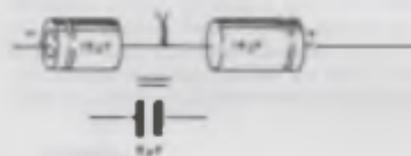

Figura 8
b) O capacitor C1 deve ser do tipo despolarizado, ou seja, "não eletrolítico". No entanto como este valor despolarizado é difícil de ser obtido, o leitor pode superar esta dificuldade usando dois eletrolíticos comuns em oposição. Serão usados dois eletrolíticos de 18 ou 22 μ F ligados em oposição, conforme mostra a figura 8.